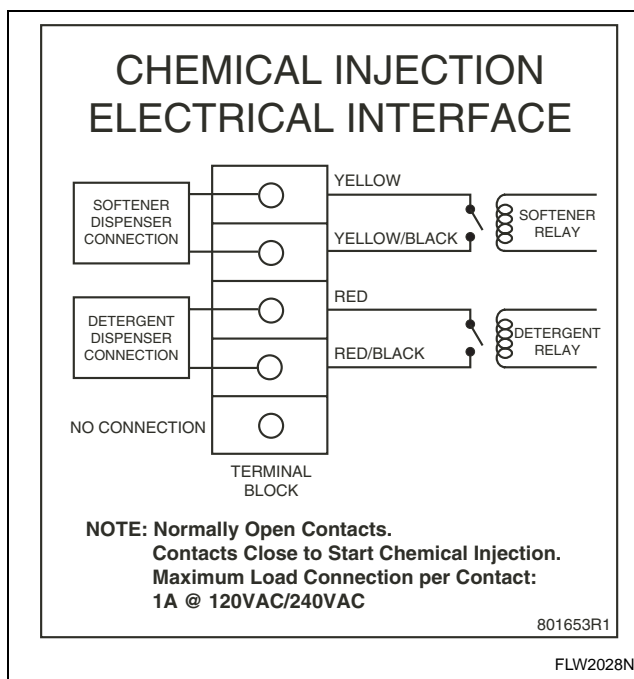

Figura 12
- Consulte las instrucciones del sistema de inyección de suministro y la etiqueta al interior de la tapa de la caja de empalmes de la lavadora (Figura 12) para realizar la conexión eléctrica.
Una caja de empalmes en el panel trasero alberga una tira terminal que provee señales de salida del suministro para bombas de inyección de suministro. Consulte la Figura 12 la etiqueta de interconexión de la inyección.